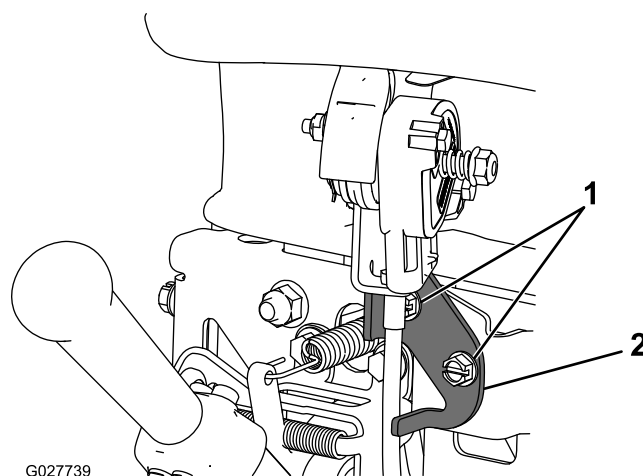

Figura 25
2. Desaperte os 2 parafusos que prendem a alavanca do regulador (Figura 25).